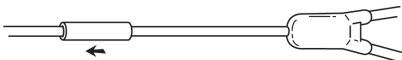

Fig. 8
8. Deslize a ligação por cima da junção. (Fig. 8)